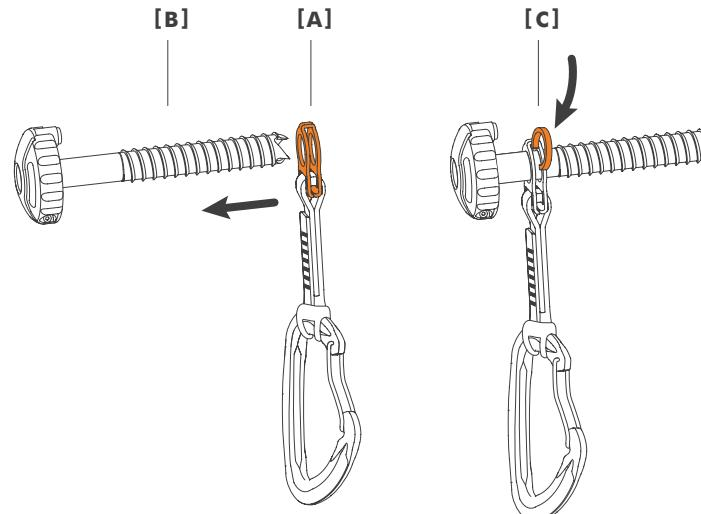
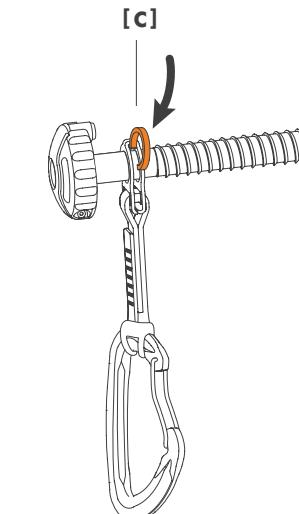

FIG.1
FIG.2
1) MODI DI IMPIEGO - Montaggio: Inserire la piastrina [A] spingendola verso la testa della vite da ghiaccio [B] (fig. 1). Una volta raggiunta la parte non filettata della stessa, inserire l'anello [C], dal lato aperto, nella piastrina [A], mediante pressione (fig. 2). In questo modo il rinvio ICE HOOK è correttamente montato. **Sostituzione:** per rimuovere un rinvio ICE HOOK montato su una vite da ghiaccio, è sufficiente spingerlo fino a sormontare il filetto, impugnarlo, e ruotare la vite con movimento anti-orario fino a completa rimozione. **ATTENZIONE!** Per l'utilizzo della vite da ghiaccio si rimanda alle istruzioni specifiche dell'attrezzo stesso.
1) MODES D'EMPLOI - Montage: Insérer la plaque [A] en poussant vers la tête de la broche à glace (B) (fig. 1). Une fois arrivée à la partie non filetée de la broche, insérer l'anneau (C), de la partie ouverte dans la plaque (A), en appliquant une pression (voir fig.2). De cette façon, la dégaine ICE HOOK est correctement montée. **Remplacement:** pour enlever une dégaine ICE HOOK assemblée sur une broche à glace, il suffit de la pousser jusqu'à surmonter le filetage puis, tout en maintenant la dégaine tourner la vis dans le sens contraire des aiguilles d'une montre jusqu'au retrait complet. **ATTENTION! Pour l'utilisation de la broche à glace se référer à sa notice d'utilisation.**
1) GE BRAUCHSANWEISUNG - Zusammenbauen: Schieben Sie die Metallplatte der Schlinge über die Schraube (B). (Bild 1). Wenn Sie das glatte Teil der Schraube erreichen drücken Sie die Kunststoffring über die Schraube, zwischen die zwei Teile der Metallplatte (D), (Bild 2). **ersetzen:** Um die Ice Hook Expressschlinge von der Schraube zu entfernen drehen Sie die Schraube in der Gegenuhrzeigerichtung bis die Schlinge frei ist. **Achtung! Für den korrekten Gebrauch der Eisschrauben beachten Sie ihre spezifische Gebrauchs anweisung.**
Esta nota contiene las informaciones necesarias para una utilización correcta de los Anillos de cinta según la norma EN566, en las actividades de alpinismo y escalada. Una utilización incorrecta o un mantenimiento erróneo puede causar accidentes graves. La utilización de esta herramienta está reservada a personas expertas entrenadas y conscientes de los peligros creados por las condiciones en las que el material es utilizado. Es indispensable que una instrucción adecuada (conocimiento de las técnicas y de las medidas de seguridad) preceda a la utilización. Verificar que el conjunto de su equipo esté constituido por productos compatibles entre ellos y conformes con las reglas, normas y directivas aplicables. El utilizador es responsable de los riesgos a los cuales se expone. El constructor y los vendedores declinan toda responsabilidad en caso de utilización incorrecta y de aplicación inadecuada. Si el producto es parte integrante de un dispositivo de seguridad más complejo el utilizador deberá comprobar que: * sean respetadas todas las recomendaciones de uso del sistema,* la compatibilidad de uso entre los diversos elementos constitutivos. **1) MODO DE USO - Montaje:** Insertar la placa [A] empujando la cabeza del tornillo de hielo [B] (Fig. 1). Al llegar a la parte lisa del mismo, insertar el anillo [C], a través del lado abierto, en la placa [A], por medio de presión (Fig. 2). **Reemplazo:** Para quitar la cinta-express ICE HOOK montado sobre un tornillo de hielo, es suficiente empujarla para superar la parte rosada del tornillo, empuñar la cinta y girar el tornillo hacia la izquierda, hasta que sea completamente removido. **ADVERTENCIA! Para utilizar el tornillo de hielo, consulte sus instrucciones específicas de uso.** **2) CONDICIONES DE USO -** Utilizar en ambientes con temperaturas que oscilan entre los -40°C e 50°C. Un ambiente muy húmedo, el agua y el hielo, influyen negativamente sobre la resistencia del producto. Utilizar con otros dispositivos compatibles entre ellos y conformes con las normas y directivas vigentes. Evitar el contacto con superficies cortantes o abrasivas. **3) MARCA -** Sobre el producto se encuentran las indicaciones siguientes: Marca CE, número del organismo de homologación, nombre del fabricante o del responsable de la introducción en el mercado, carga de rotura, norma de referencia EN 566, año de fabricación. Los valores de resistencia indicados son los valores mínimos garantizados por el constructor con una utilización correcta. **4) MANTENIMIENTO -** Comprobar siempre antes y durante la utilización el buen estado del producto, comprobar que no haya señales de desgaste, abrasiones, hilos cortados, deshilachados de la trama y que la costura sea perfecta. Sustituir inmediatamente el producto en el caso de que aparezca un solo defecto entre los mencionados y de todas maneras sustituirlo siempre en caso de caídas importantes. Sustituir siempre el producto en caso de caídas importantes y aunque no se pueda constatar a la vista ningún defecto o degradación. La resistencia inicial del producto podría haber disminuido seriamente. Sustituir el producto que presente señales de desgaste. Lavar con agua blanda tibia y dejar secar en ambiente ventilado lejos de fuentes directas de calor y protegido de la luz del sol. Evitar el contacto con cualquier sustancia corrosiva y fuente de calor. Sustituir siempre en caso de duda sobre el buen estado del producto. **5) ALMACENAMIENTO -** El producto es suministrado en una envoltura hermética. Debe ser conservado en caso de inutilización, en un embalaje de material impuntuabile. Sacar el equipo, embalarlo y conservarlo en un lugar fresco, seco y aireado. En el ambiente no debe haber sustancias corrosivas o disolventes, fuentes de calor y no debe estar en contacto con otros objetos afilados que puedan estropear el equipo. No almacenar nunca el equipo antes de haberlo secado completamente y evitar almacenarlo en zonas y/o ambientes con alta concentración salina. **6) LONGEVIDAD -** Establecer la duración del producto resulta difícil ya que puede verse influida por diversos factores tales como la utilización frecuente o incorrecta, el medio ambiente (humedad, heladas y hielo), el desgaste, la corrosión, esfuerzos importantes con/sin las deformaciones consiguientes, la exposición a fuentes de calor, el almacenamiento, el envejecimiento, la exposición a agentes químicos... (lista no exhaustiva). Un cuidado adecuado (consultar "mantenimiento") se reparte sensiblemente en la duración de su herramienta y aumenta su longevidad. A título de ejemplo, puede aplicarse la regla siguiente para determinar la duración potencial de las herramientas: - 10 años para productos compuestos por materiales plásticos o con elementos textiles - indefinida para productos metálicos. Se recomienda en todo caso reemplazar las herramientas al menos cada 10 años, porque durante ese tiempo podrían haber aparecido nuevas técnicas y/o nuevas normativas y sus herramientas podrían no ser ya conformes o compatibles entre ellas. Para su seguridad, controla siempre su herramienta antes, durante y después del uso y sometela a un control periódico profundo por parte de personal competente como mucho cada 12 meses. Esta periodicidad puede variar en función de la frecuencia y de la intensidad de utilización. En caso de que tuviera la menor duda sobre el buen estado de la herramienta, cámbiala inmediatamente.